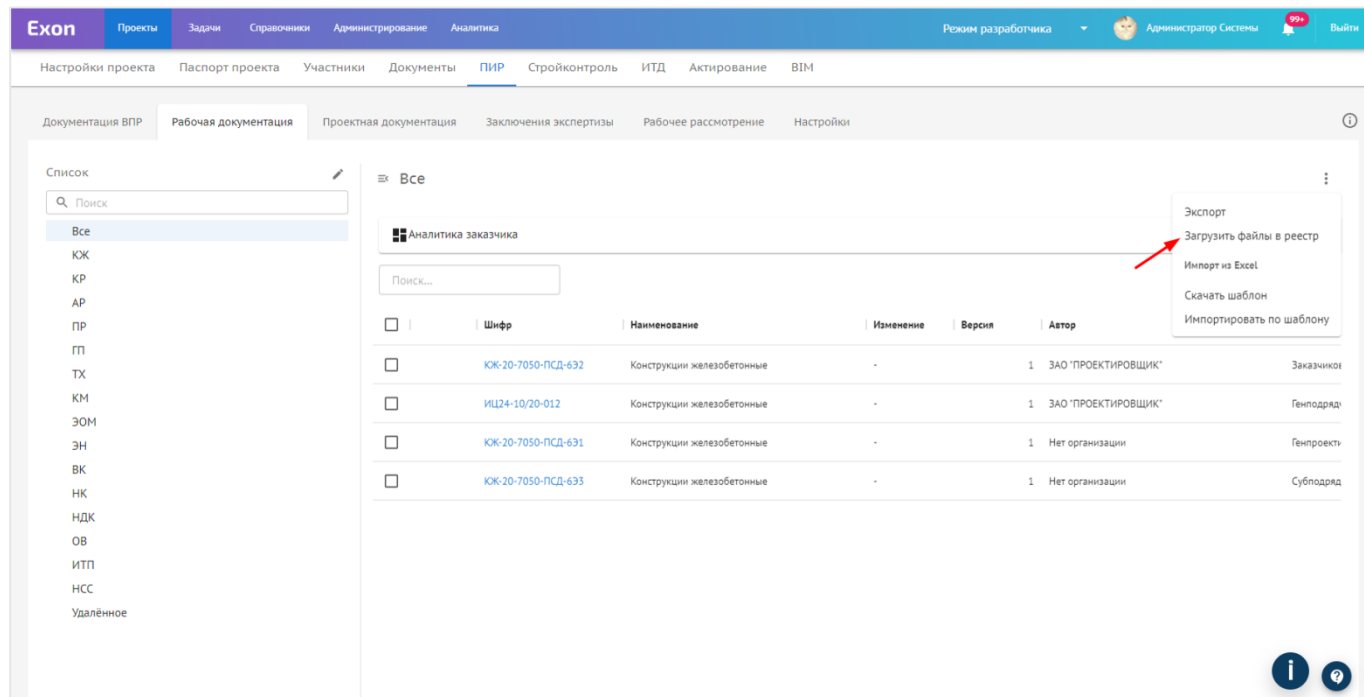

Рис. 17 - Загрузка файлов в реестр
4. Последний шаг – это загрузка файлов в реестр в формате ZIP (рис. 17). Обратите внимание, что файлы PDF, объединенные в ZIP, должны называться